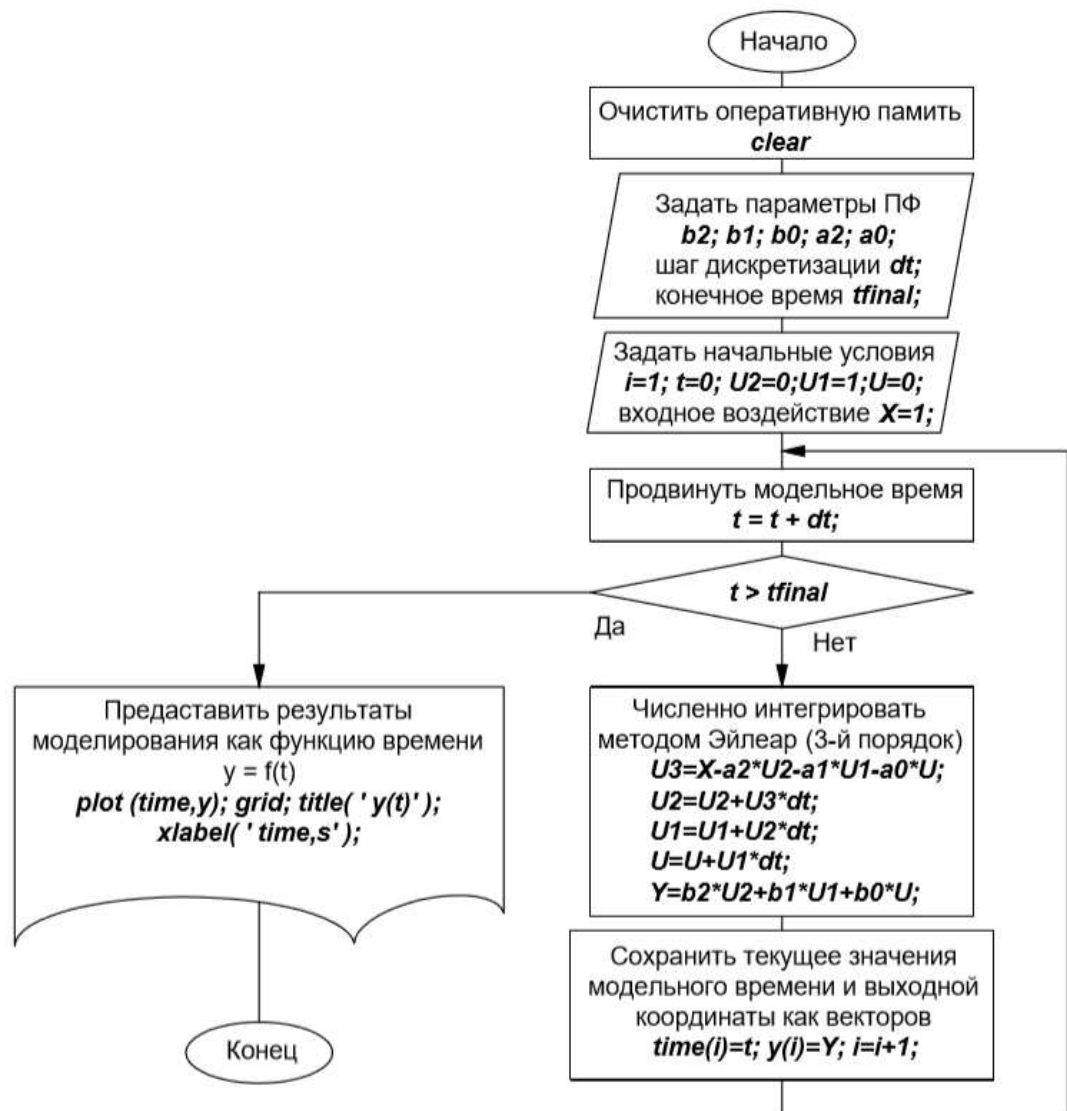

Рис. 13.2 Блок-схема цифрового моделирования системы с передаточной функцией (13.3) численным методом Эйлера
3. Приближенно найти значение выходной координаты $Y(t)$ на заданном отрезке времени $(t_0 \ t)$, для чего необходимо выполнить выражения (13.10) и (13.11) в цикле по времени на отрезке $(t_0 \ t)$ с заданным шагом дискретизации Δt (см.рис.13.2).
8. Следуя методическим указаниям и алгоритму для передаточной функции 3-го порядка, представленному на рис. 13.2, составить на универсальном языке MATLAB программу цифровой модели для динамической системы, описанной передаточной функцией 4-го порядка